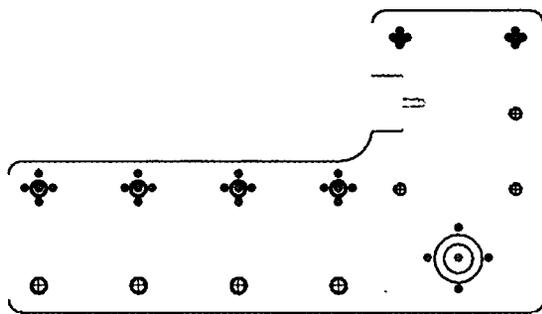

Рис. 6.26. Выбор элементов чертежного вида на размещения набора ординат
6. Затем щелкните на вертикальное ребро детали, которая показана красным на рис. 6.26, и маркеры центра, которые подсвечены зелеными точками.